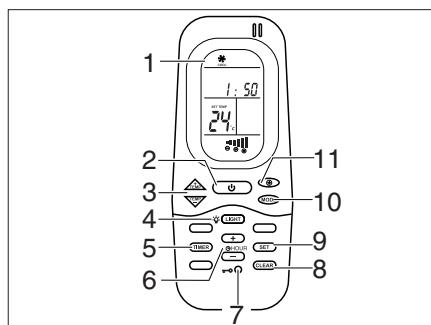
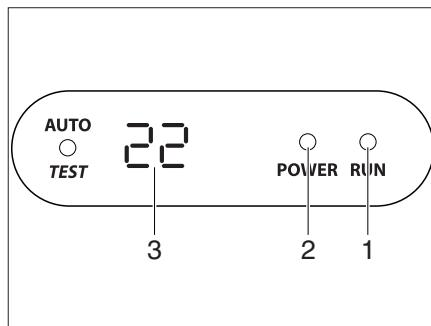

Fig. 118 Telecomando
Fig. 119 Display sul diffusore
L'impianto di climatizzazione si trova sul tetto del veicolo. Il telecomando (Fig. 118) dell'impianto di climatizzazione si trova nell'area cucina.
- Collegare il veicolo all'alimentazione a 230 V. L'impianto di climatizzazione è pronto a funzionare. Il LED (Fig. 119,2) sul display del diffusore si accende in rosso.
- Per attivare, premere il tasto di accensione/spegnimento (Fig. 118,2) del telecomando. Il LED (Fig. 119,1) è acceso in verde quando l'impianto di climatizzazione funziona in modalità di raffreddamento. Il LED (Fig. 119,1) è acceso in rosso quando l'impianto di climatizzazione funziona in modalità di riscaldamento.
- Impostare la modalità di funzionamento desiderata con il tasto MODE (Fig. 118,10).
- Se necessario, con il tasto (Fig. 118,11) impostare il livello della ventola e con i tasti (Fig. 118,3) la temperatura ambiente desiderata.
- Per disattivare, premere di nuovo il tasto di accensione/spegnimento (Fig. 118,2) del telecomando.
- Per la programmazione, accendere l'impianto di climatizzazione con il tasto di accensione/spegnimento (Fig. 118,2) del telecomando.
- Premere il tasto TIMER (Fig. 118,5). L'indicatore ON dell'ora di avvio si attiva.
- Con i tasti TEMP (+/-) (Fig. 118,3) impostare l'ora.
- Premere di nuovo il tasto TIMER (Fig. 118,5). L'indicatore OFF dell'ora di avvio si attiva.
- Premere di nuovo il tasto TIMER (Fig. 118,5).
- Al termine dell'impostazione premere il tasto SET (Fig. 118,9).
- Per cancellare la programmazione del timer, premere il tasto CLEAR (Fig. 118,8).